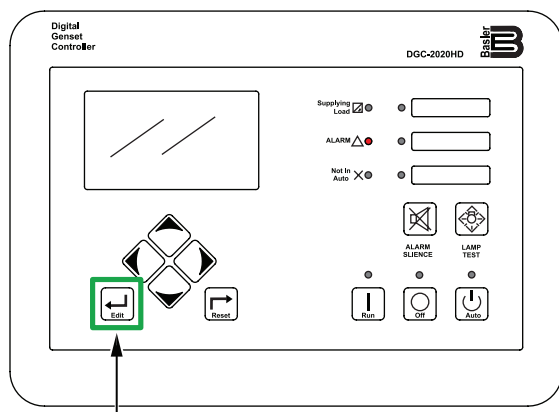

Figure 84. Contrôleur numérique (bouton d'édition)
4. Une fois que la demande de mode d'évasion est passée de **OFF (ARRÊT)** à **ON (MARCHE)**, appuyez sur le **bouton Edit (Éditer)** (Figure 84).